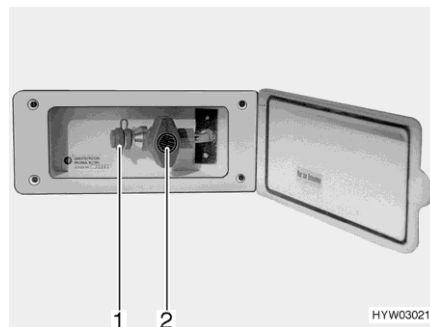

Fig. 176 Toma exterior de gas (válvula de paso de gas cerrada)
- Conectar el aparato de gas externo en el punto de conexión (Fig. 176,1).
- Abrir la válvula de paso de gas (Fig. 176,2).